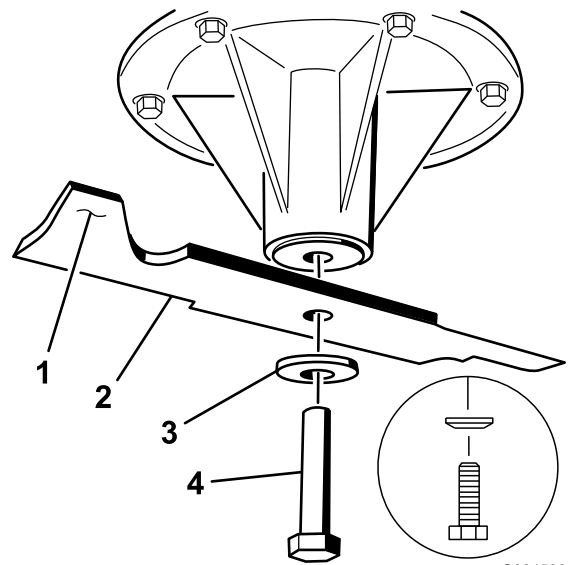

Figura 102
1. Instale las cuchillas izquierda y central, las arandelas curvas y los pernos de las cuchillas en los ejes (Figura 102 y Figura 103).
**Nota:** Asegúrese de que el cono de la arandela curva esté orientado hacia la cabeza del perno (Figura 102).
2. Instale la cuchilla derecha, la arandela curva y el perno de la cuchilla (perno con rosca a izquierdas) en el eje (Figura 102 y Figura 103).